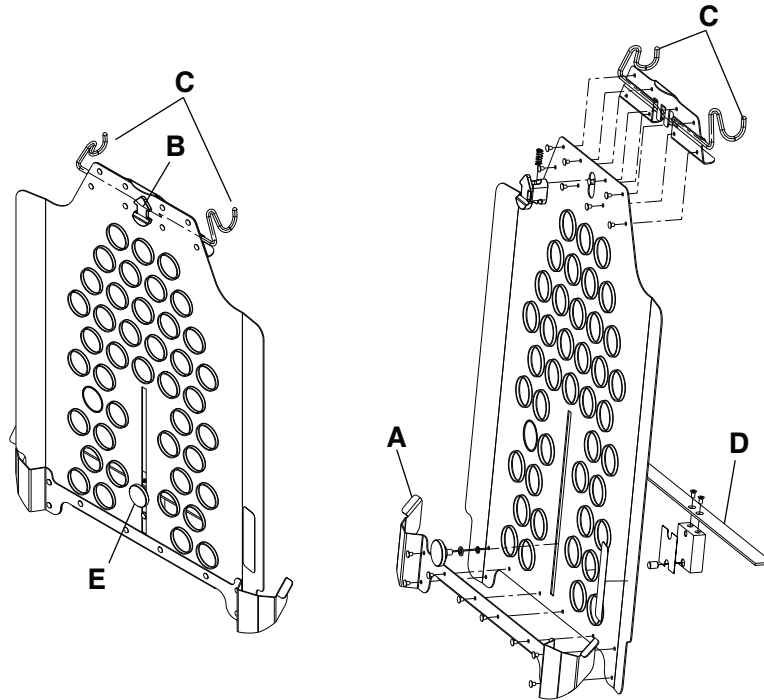

Figure 28 – Porte-cassette radio
3. Insérer les guides de retenue inférieurs (A) sous la barre de l'assemblage soudé du relève-buste (Figure 28).